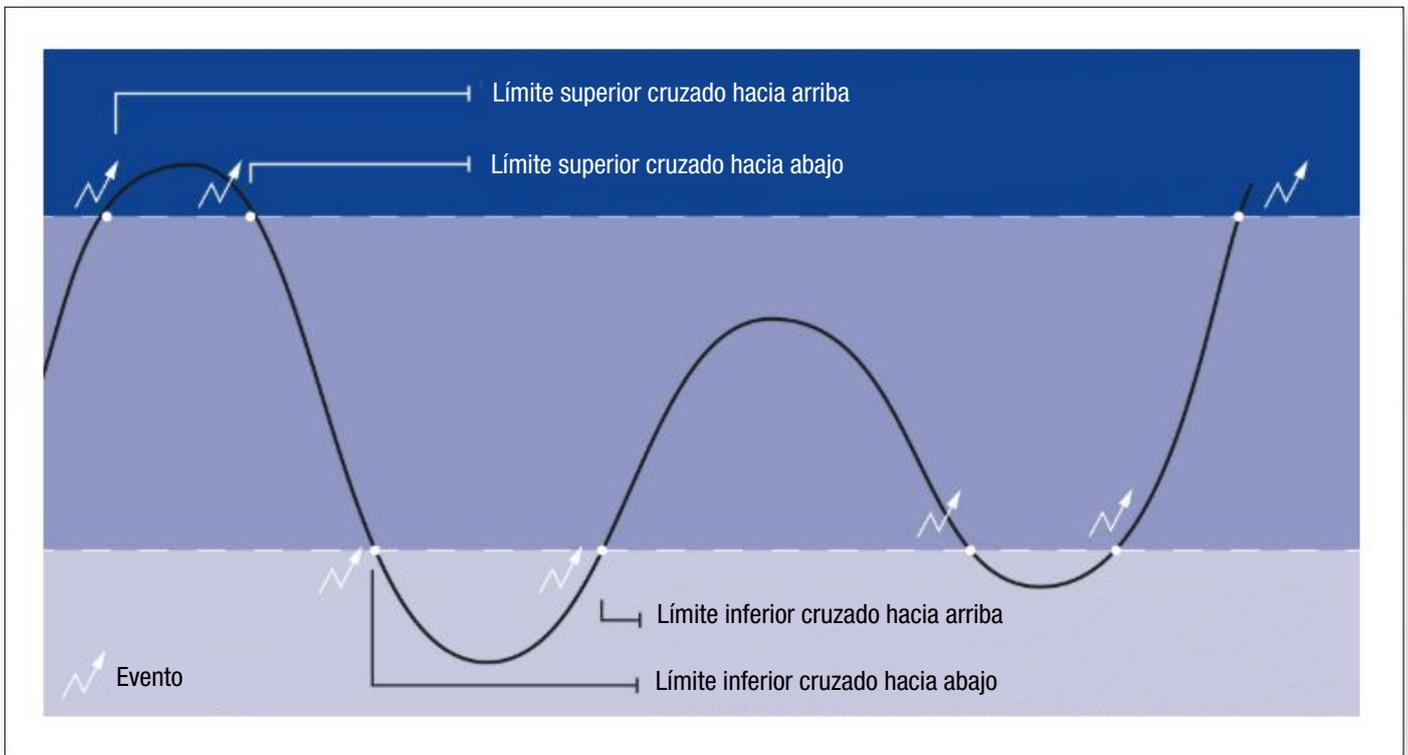

Figura 70
- 10 Se puede mostrar una vista gráfica de la definición del límite a través del signo de interrogación. Para cerrar la ventana, haga clic en el gráfico de nuevo (véase Figura 70).